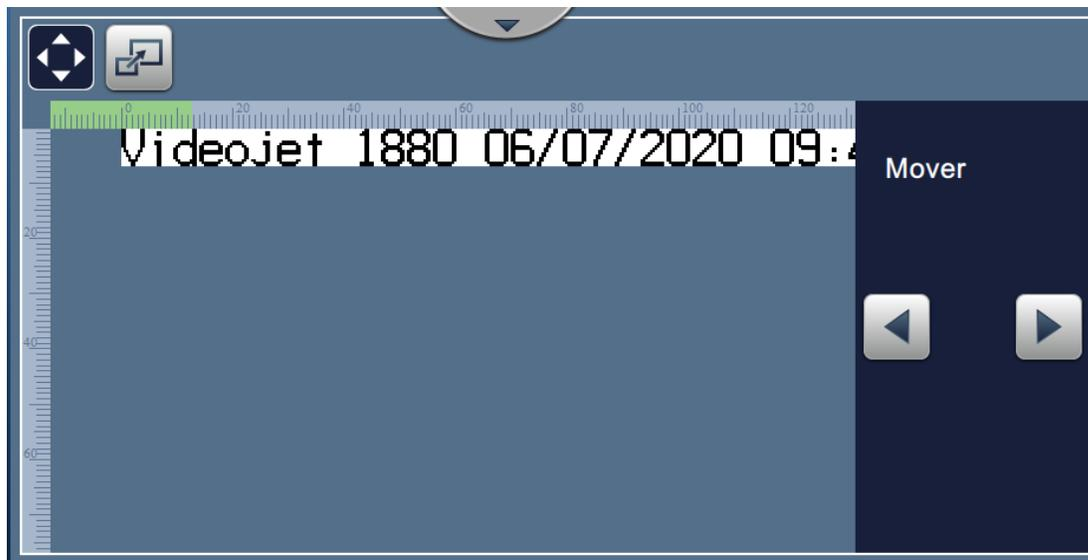

Figura 4-9: Ajustar_mover
1. Toque no botão  e o divisor de posição atual aparece, como mostra a Figura 4-9.